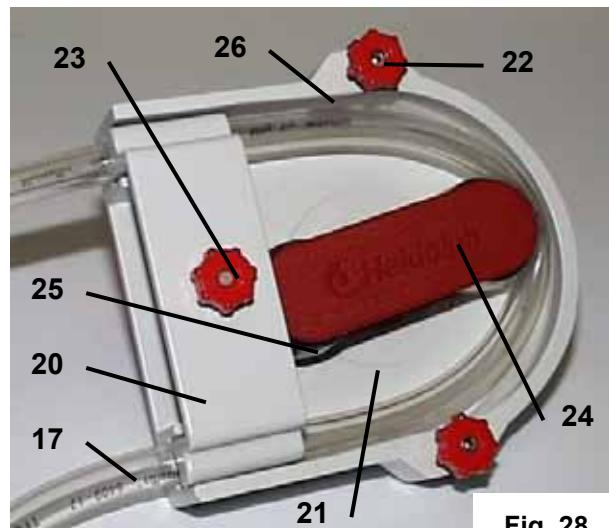

Fig. 28
3.5. SP standard (fig. 28)
- Rimuovere staffa d'arresto (20) e coperchio (21) allentando i dadi zigrinati (22 e 23).
- Inserire il tubo (17) curvato a 180° nella guida e girare il rotore (24) a mano fintanto che il tubo (17) non viene trascinato nella fenditura fra i rulli (25) e la superficie di rotolamento (26).
- Girando più volte il rotore (24) accertarsi che il tubo venga schiacciato dal rullo in tutta la sua larghezza.
- Rimontare staffa d'arresto (20) e coperchio (21); serrando i dadi zigrinati (23) tirare moderatamente e contemporaneamente entrambe le estremità del tubo fuori dalla testa.
- Questa precompressione del tubo tramite i rulli (25) assicura che questi ultimi rotolino sempre in posizione centrale sopra il tubo (17) permettendo così di ottenere un trasporto ottimale e la tenuta ermetica da fermo.